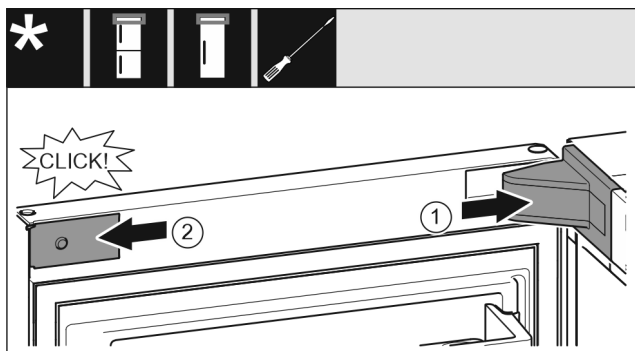

Fig. 26
- ▶ Nasadte a zaklapněte kryt stojanu ložiska Fig. 26 (1), příp. opatrně přitlačte od sebe.
- ▶ Z boku nasadte zásepku Fig. 26 (2) a zaklapněte.